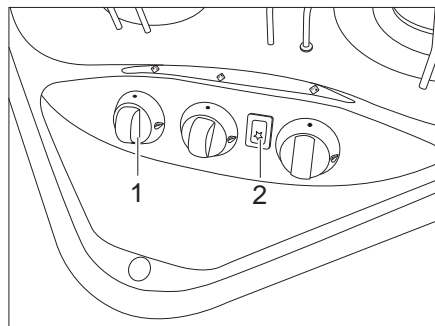
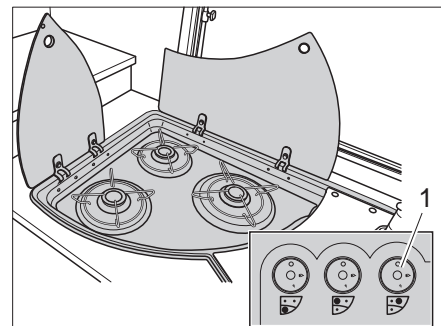

Bild 137 Reglage för gasspisen
Bild 138 Alternativ: Reglage för gasspisen
- Vrid vridregulatorn (Bild 137,1 eller Bild 138,1) till önskad låga till tändningsläge (stor låga).
- Om en tändknapp (Bild 137,2) finns tillgänglig: